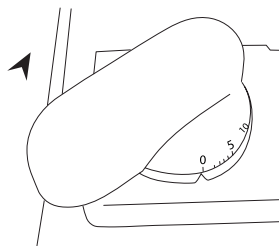

FIGURE 4
5. Tourner le bouton de réglage de l'épaisseur pour ajuster la plaque d'espacement afin de couper à l'épaisseur souhaitée Figure 4. Mettre en marche la trancheuse à viande en appuyant sur l'interrupteur à bascule du côté où se trouve le bouton vert.